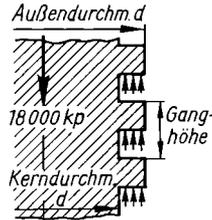

Bild 30
59. Die Spindel einer Schraubenpresse soll 18000 kp Druckkraft ausüben. Maße des Flachgewindes: Kerndurchmesser = $0,8 \cdot$ Außendurchmesser (Bild 30). Die Ganghöhe ist so zu wählen, daß annähernd quadratische Gewindeprofile entstehen